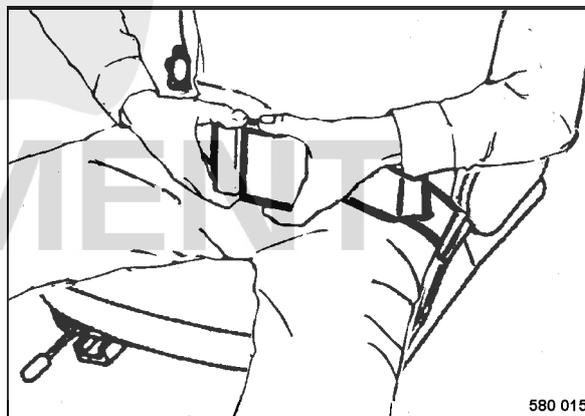

fig. 25
- Boucler la ceinture de sécurité (fig. 25).